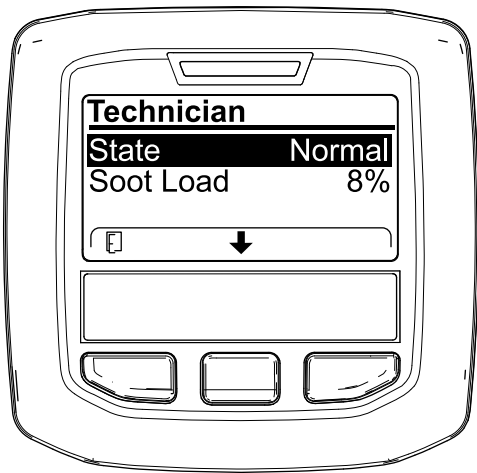

Figure 42
- Reportez-vous au tableau de fonctionnement du FAP pour comprendre l'état actuel de fonctionnement du FAP (Figure 42).